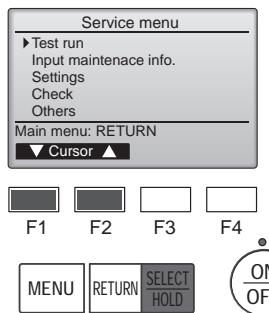

Fig. 7-4
- ③ Sélectionnez "Test run" (Test fonctions) à l'aide du bouton [F1] ou [F2] puis appuyez sur le bouton [SELECT/HOLD]. (Fig. 7-4)